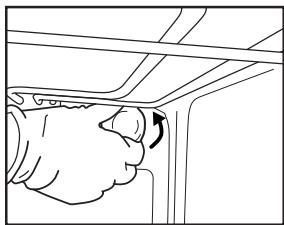

Fig.6
2. Skru lampeglasset af (fig. 6), skift pæren ud (se bemærkningen angående type), og skru lampeglasset på igen.